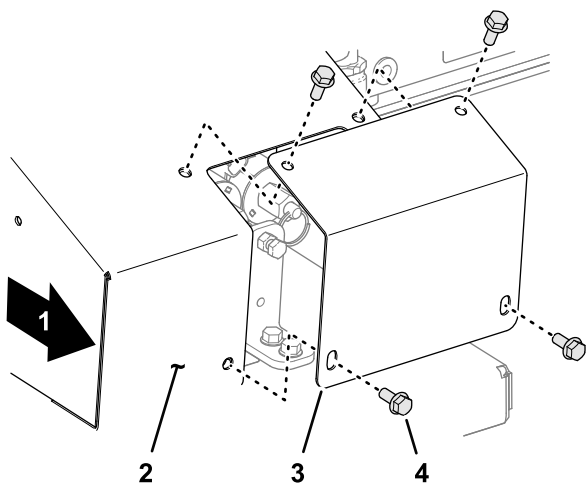

図 28
1. 機体の右側で、カバープレートをオーバーライドカバーに固定しているフランジヘッドボルトキャップスクリュー4本を外す 図 28。